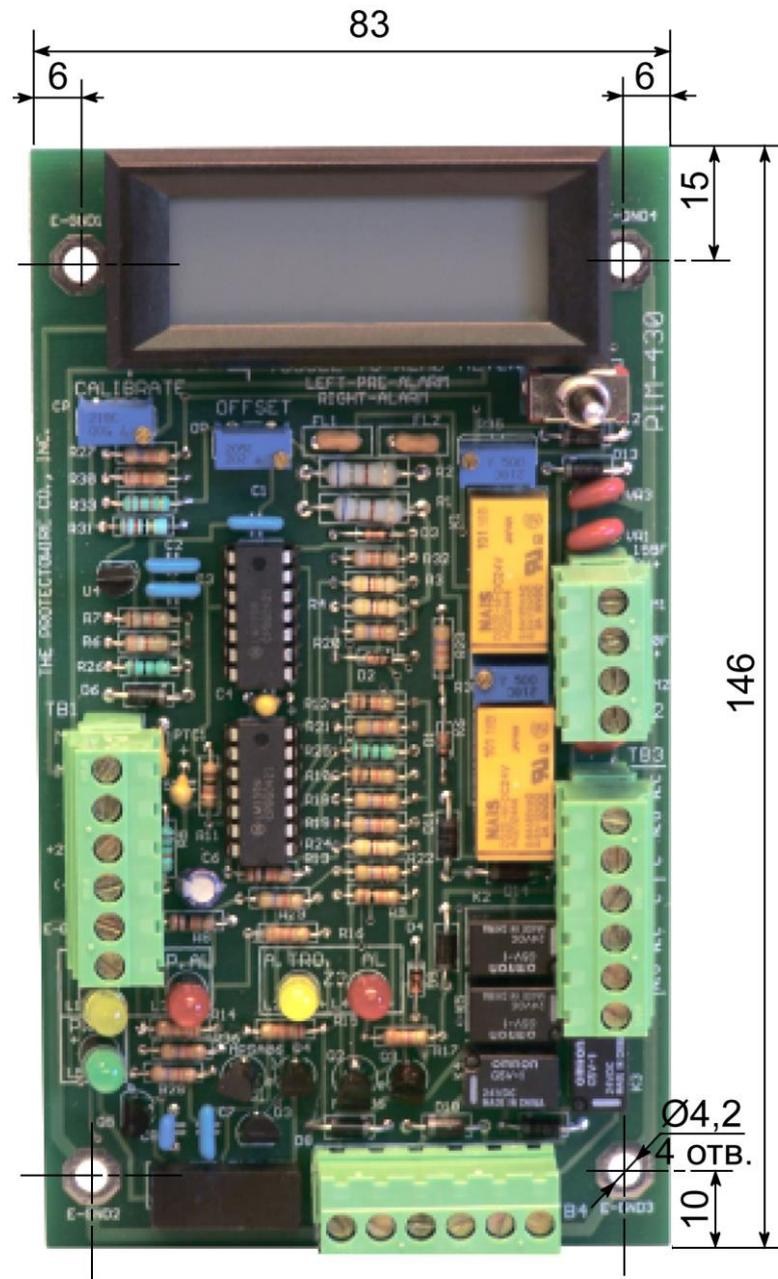
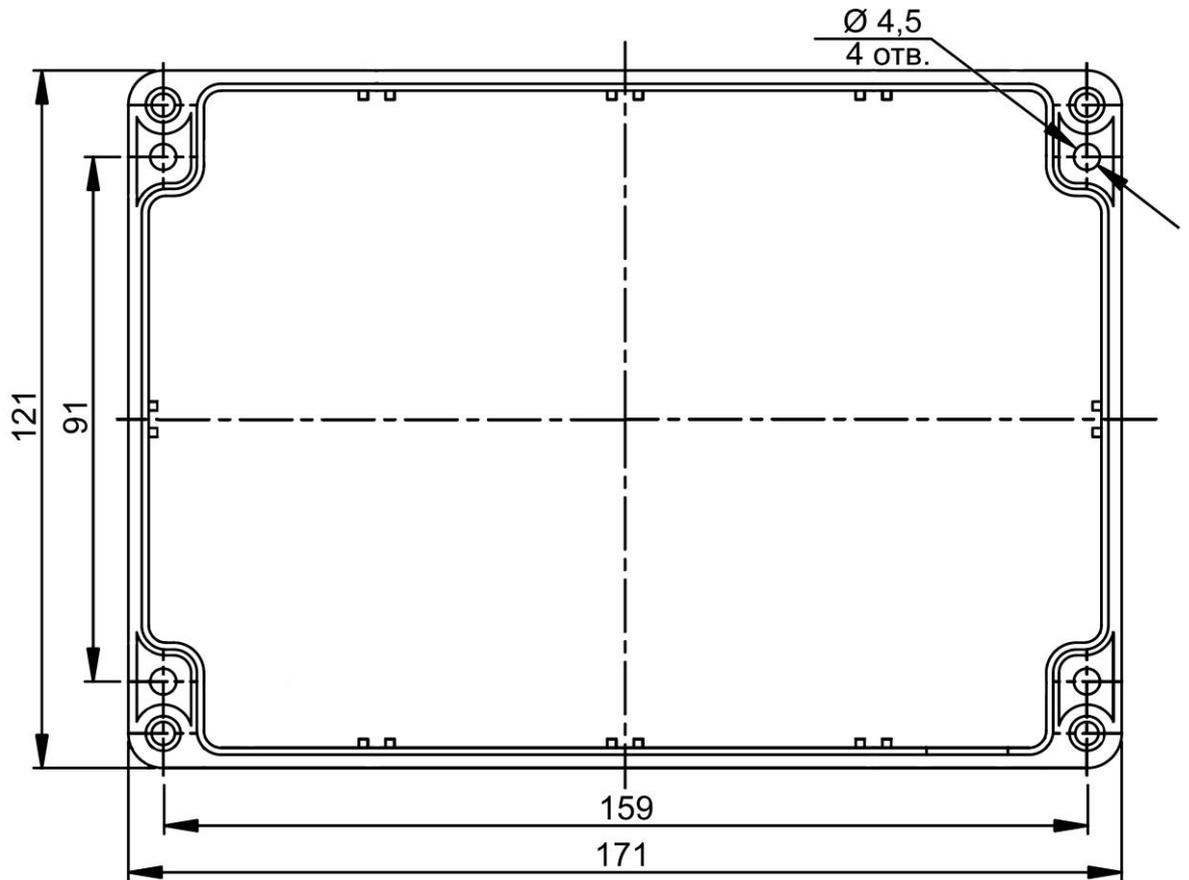

Рис. 2. Размеры печатной платы модуля PIM-430D
Рис. 3. Размеры монтажного бокса и расположение крепежных отверстий
4.1 Модуль контролирует состояние двух однотемпературных термокабелей или одного двухтемпературного термокабеля. Индикация длины по каждому термокабелю до очага осуществляется в ручном режиме с помощью трехпозиционного переключателя (рис. 1). На плате модуля имеются группы светодиодов отдельно для термокабеля № 1 и термокабеля № 2. Красные светодиоды индицируют режим "ПОЖАР", желтые светодиоды - режим «НЕИСПРАВНОСТЬ», зеленый светодиод – наличие напряжения питания. Интерфейсный модуль транслирует состояние каждого термокабеля через релейные выходы "ПОЖАР" и «НЕИСПРАВНОСТЬ» отдельно для каждого термокабеля. Переход модуля в режим «ПОЖАР» происходит при срабатывании (замыкании) любого линейного теплового пожарного извещателя. При переходе в режим "ПОЖАР" модуль не блокирует выход на термокабель. Возврат модуля в дежурный режим происходит автоматически после устранения причины, вызвавшей переход в режим «ПОЖАР». Формирование сигнала «НЕИСПРАВНОСТЬ» происходит при обрыве термокабеля. Размеры печатной платы и расположение крепежных отверстий модуля РІМ-430D показаны на рис. 2. Интерфейсный модуль размещается в монтажном боксе из поликарбоната с прозрачной крышкой (рис. 3).